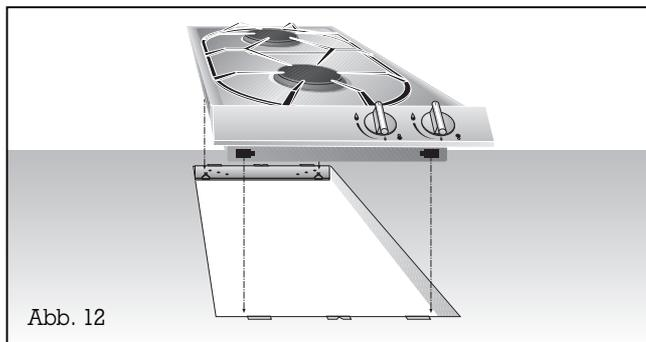

Abb. 12
- **Lassen Sie das Gerät in die Arbeitsplatte ein.** Achten Sie darauf, dass die Rastnasen am Gerät exakt auf den Klemmfedern aufliegen. Drücken Sie das Gerät fest in die Arbeitsplatte. Die Rastnasen am Gerät „schnappen“ in den Klemmfedern ein (Abb. 12).